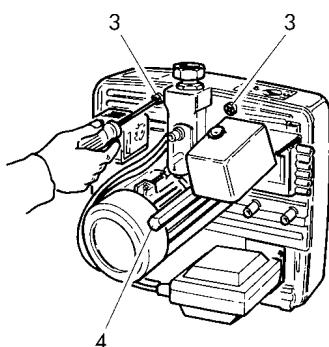

fig. 2
- Svitare le viti **3** e il perno centrale **4** (fig.2).